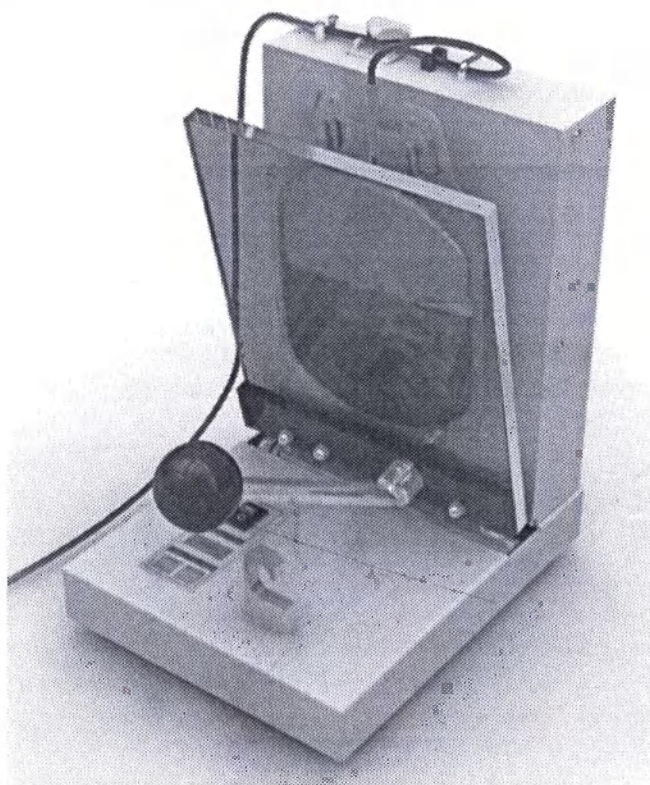

Рис. 6
(5) Освободите ручку от крючка (рис.6) и нажмите кнопку [START] СТАРТ.